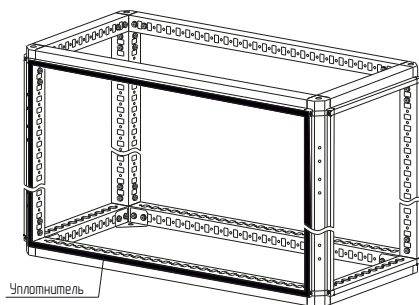

Рисунок 1
4.1.2 Приклеить уплотнитель по контуру на один из каркасов, в месте соединения (рисунок 1), так чтобы место стыка уплотнителя было в нижней горизонтальной части каркаса.